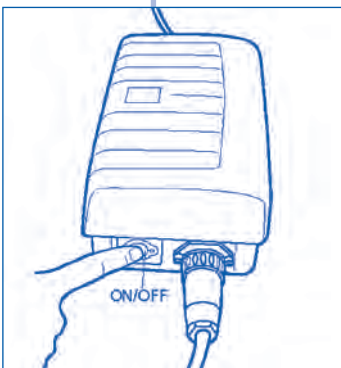

Figura 5
- Para poner en marcha el limpiafondos Vortex™1, pulse el botón ON/OFF (Figura 5). El piloto verde se enciende y el limpiafondos se pone en marcha al cabo de unos segundos.